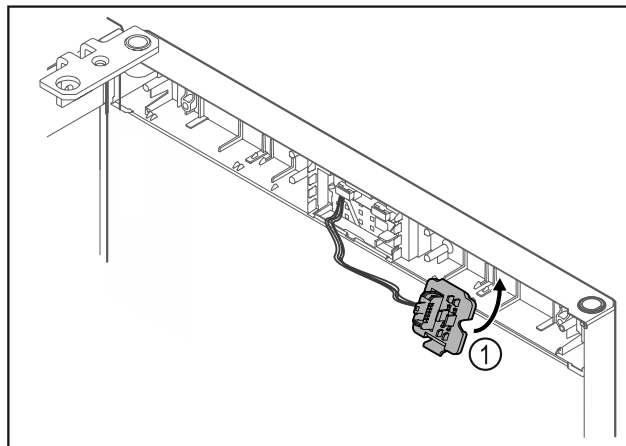

Fig. 18
- ▶ Uglavite držač utikača Fig. 18 (1) na suprotnu stranu.